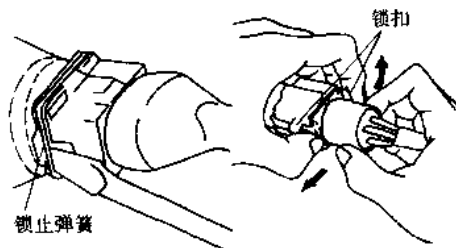
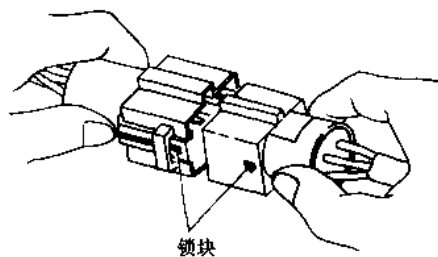

图 2-9 拔开插接器
图 2-10 插上插接器
2. 拔开和插上插接器时应小心，要先放松锁扣，再拉插接器图 2-9。插上时要插到底，并检查是否锁牢 (图 2-10)。